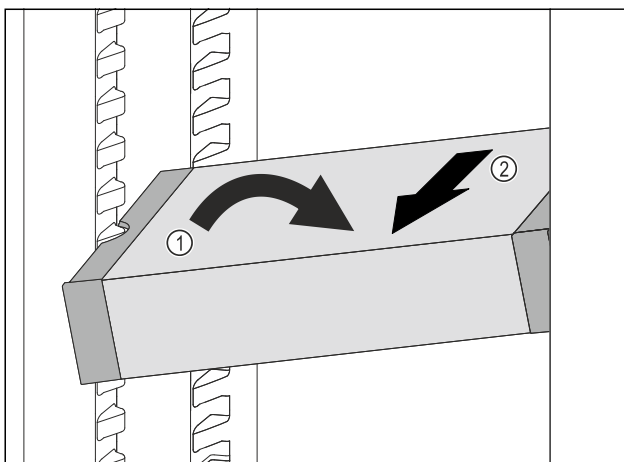

Fig. 122
- VarioSafe im Kühlteil schräg stellen. Fig. 122 (1)
- VarioSafe nach vorne entnehmen. Fig. 122 (2)